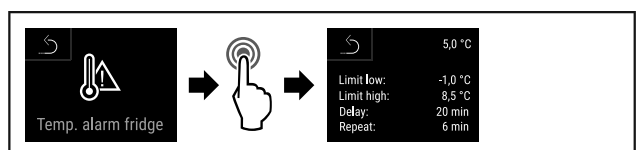

Fig. 145
- ▶ Seguir los pasos de procedimiento (consulte Fig. 145) .